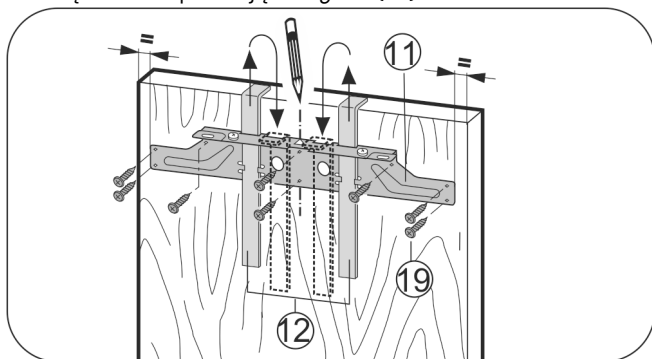

Fig. 26
- ▶ Zacześć poziomą listwę mocującą Fig. 26 (11) z pomocami montażowymi Fig. 26 (12) po wewnętrznej stronie drzwi meblowych.
- ▶ Szybę Fig. 26 (11) przetożyć na drzwiach.
- ▶ Poziomą listwę mocującą Fig. 26 (11) przykręcić co najmniej 6 śrubami Fig. 26 (19).
- ▶ Poziomą listwę mocującą Fig. 26 (11) przykręcić 4 śrubami Fig. 26 (19) na brzegu.
- ▶ Wyciągnąć pomoce montażowe Fig. 26 (12) do góry i wsunąć po obróceniu w znajdujące się obok otwory.